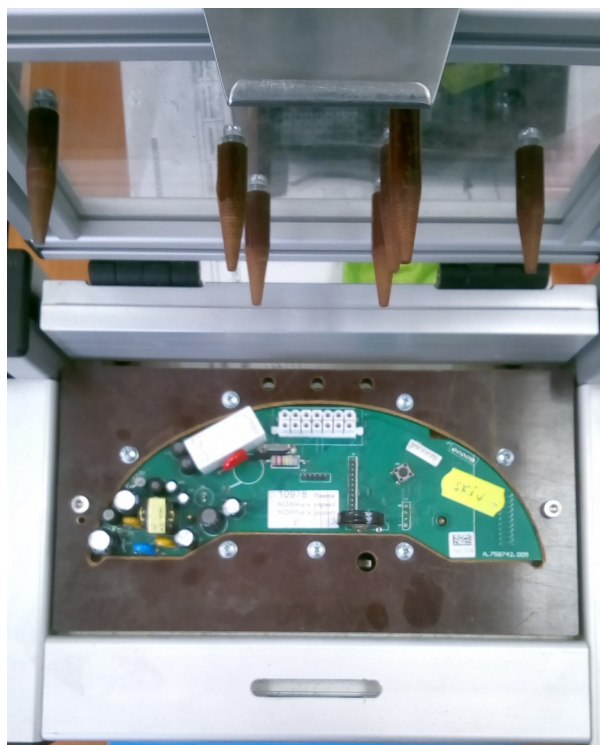

Рисунок 3
- ✓ плат управления **ASC** (Рисунок 3)